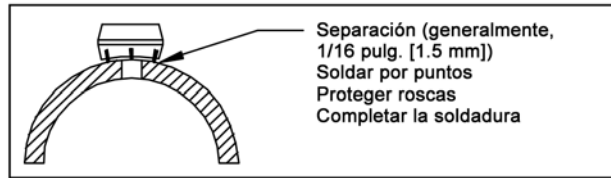

Figura 4. Separación para soldar
- Utilizando la separación adecuada para soldar (en general, 1/16 pulg. [1.5 mm]), suelde por puntos la brida de montaje en su lugar (consulte la figura 4).